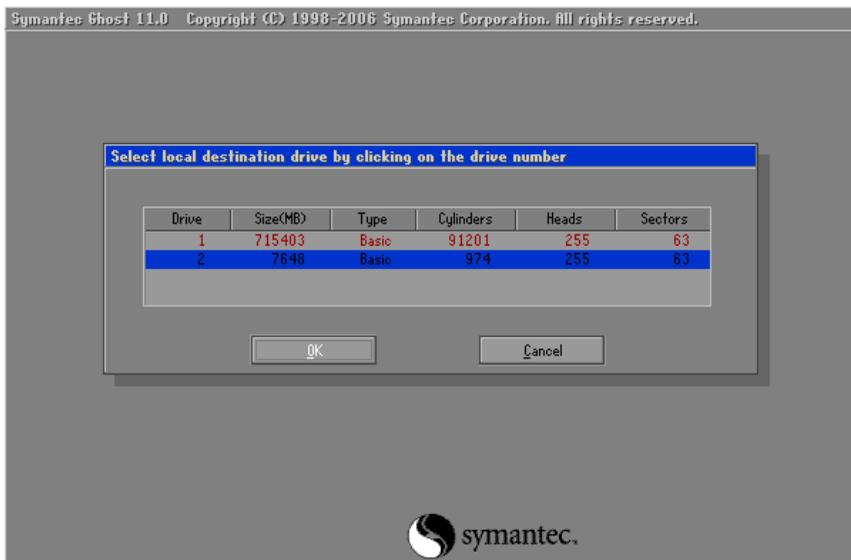

Рис. 6.3. Выбор диска для записи образа ОС
- теперь самый главный момент! Выбираем куда этот образ распаковать. В этом окне нет букв дисков, есть только размер, на него и ориентируйтесь, чтобы не загубить случайно другой диск! (Рис. 6.3).